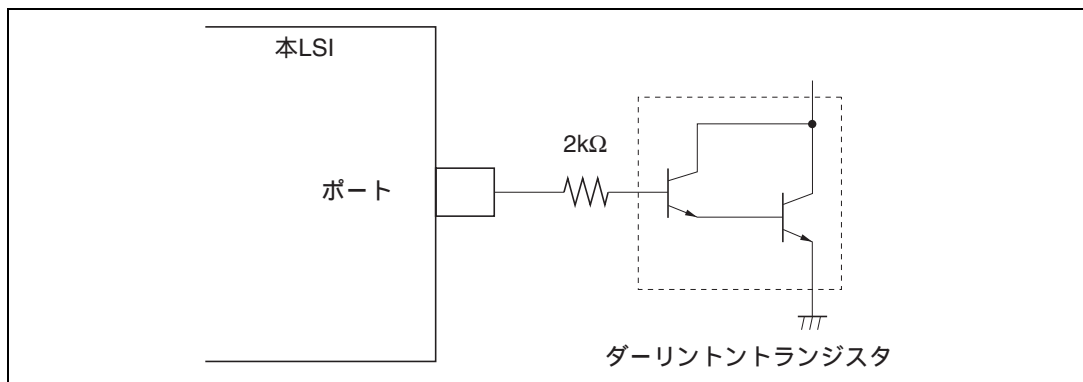
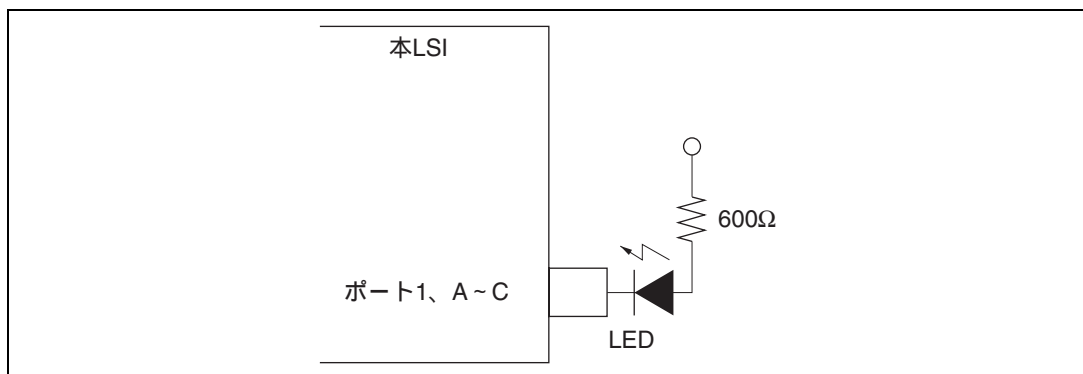

図 20.1 ダーリントトランジスタ駆動回路例
図 20.2 LED 駆動回路例
2. ダーリントトランジスタや、LED を直接駆動する場合には、図 20.1、図 20.2 に示すように、出力に必ず電流制限抵抗を挿入してください。